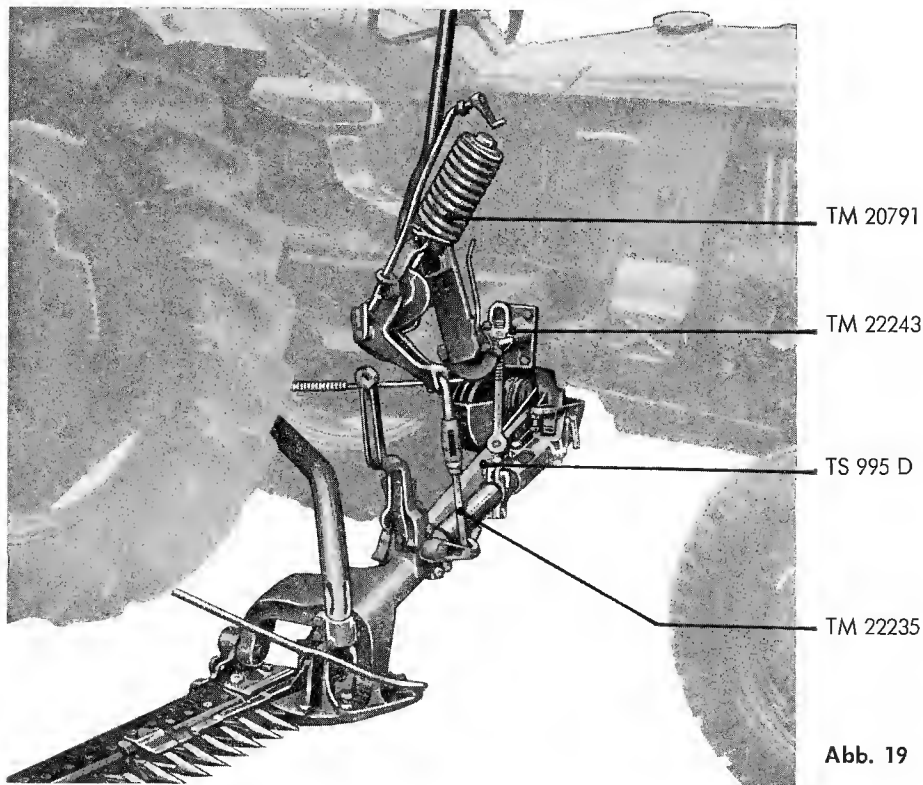

Abb. 19
3. Die Verbindung zwischen dem Hydraulik-Hebwerk und dem Unterbau wird durch die Verbindungsstange TM 22235 hergestellt (Abb. 19).